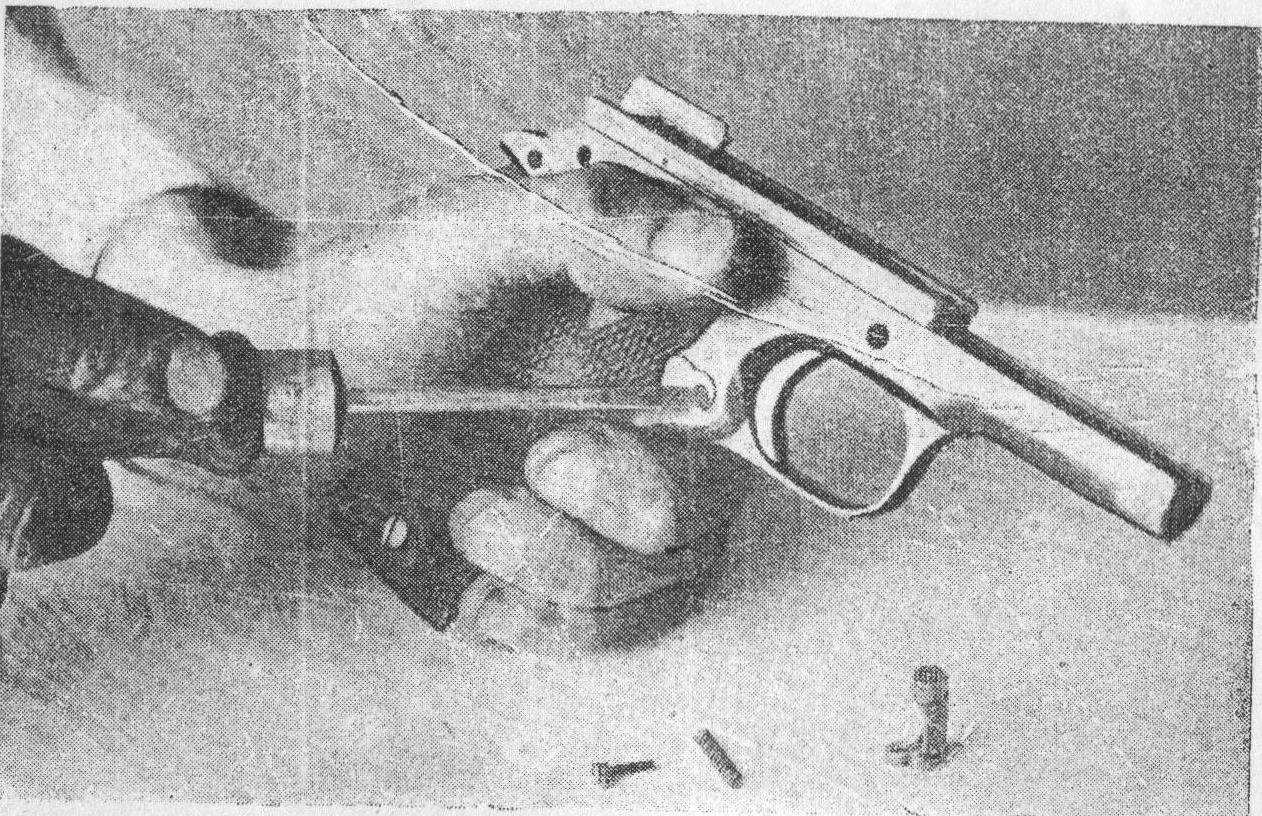

Рис. 21.
тик (по направлению, обратному часовой стрелке) до отказа, после чего вся защелка свободно выталкивается из своего гнезда слева направо. Отделить из защелки болтик и пружинку (рис. 21).
4. Вставить магазинную защелку, для чего вложить соответствующим образом магазинную защелку в гнездо с правой стороны остава пистолета, вставить в гнездо защелки пружинку и болтик, затем, утопив несколькими пальцами левой руки, насыченную головку защелки, в то же время, держа отвертку в правой руке, повернуть отверткой болтик защелки (по направлению часовой стрелки) до отказа (рис. 21).